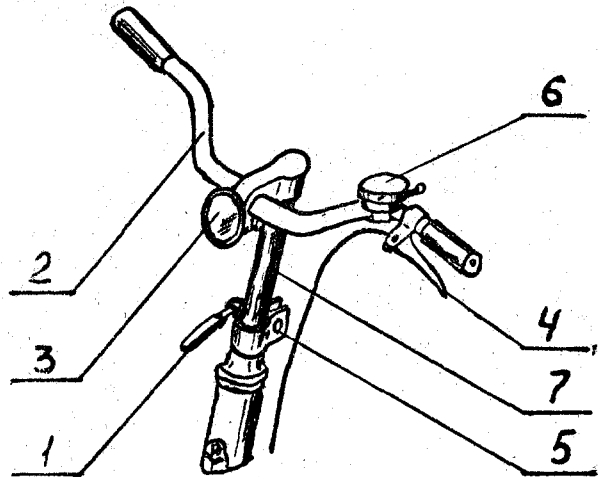

Рис. 5.
4.3. Руль велосипедов (Рис. 5) регулируется по высоте и наклону ручек.
4.9.1. При разборке и сборке рулевой колонки необходимо помнить, что быстродействующий зажим (хомутик) (5) (Рис. 5) стержня руля имеет резьбу.